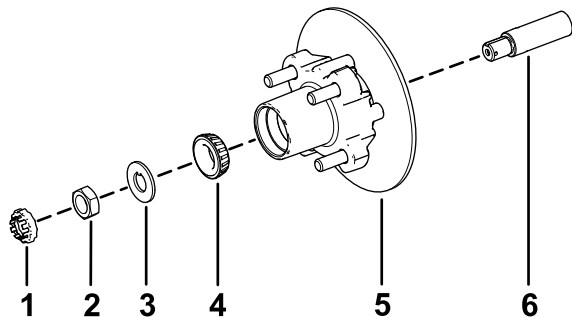

Figura 33
1. Aplique una ligera capa de grasa del tipo especificado en el eje (Figura 33).
2. Monte el cubo y el rotor en el eje con el rotor hacia dentro (Figura 33).
3. Monte el cojinete exterior en el eje y acople el cojinete al anillo de rodadura exterior (Figura 33).
4. Monte la arandela con pestaña en el eje (Figura 33).
5. Enrosque la tuerca en el eje y apriete la tuerca a 15 N·m, girando el cubo para asentar el cojinete (Figura 33).
2. Alinee las pastillas de freno en cada lado del rotor (Figura 29) y los taladros del soporte de la pinza con los taladros de montaje del freno de la mangueta (Figura 33).